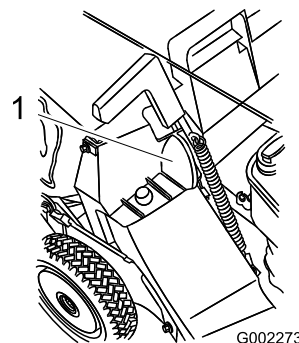

Figura 18
5. Tire hacia adelante del tirador de la puerta de descarga hasta que la clavija salga del cierre, y mueva el tirador hacia atrás hasta que la clavija se bloquee en la muesca de la bolsa (Figura 18).